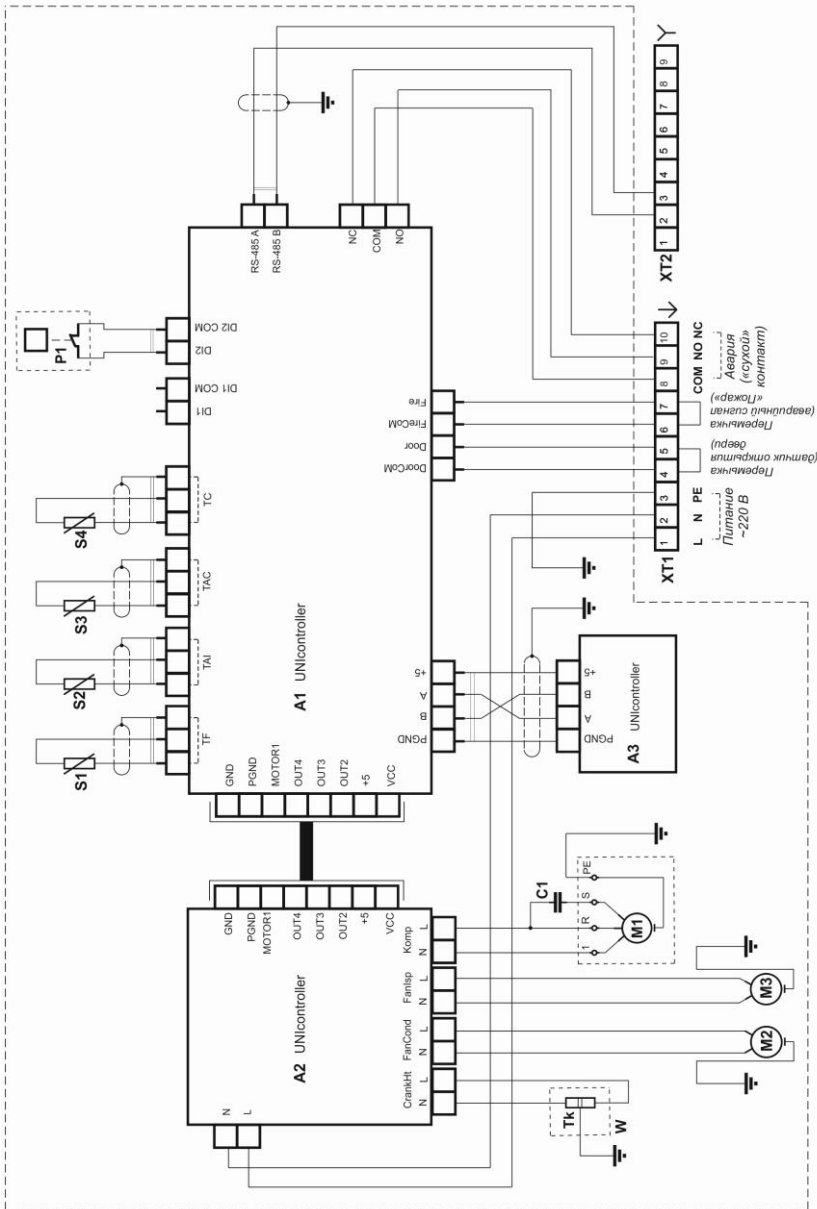

Рис. 4 - Электрическая схема кондиционеров МНВ-105S(1) UNicontroller и МНВ-108S(1) UNicontroller
5.10.2 Подключение электропитания, производится к контактам 1, 2 и 3 коммутационного разъема XT1 кондиционера в соответствии с электрической схемой, приведенной на рис. 4.
Условные обозначения компонентов электрических схем кондиционеров (к рис. 4):